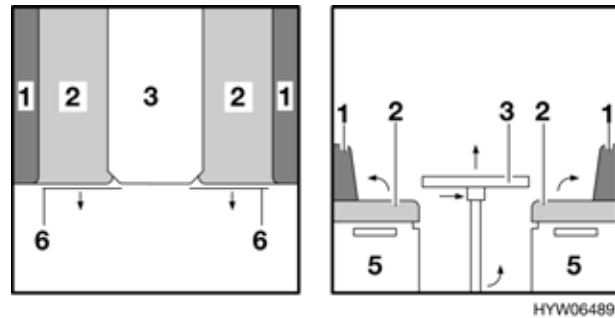

Bild 78 Vor dem Umbau
- Tischplatte (Bild 78,3) vorne leicht anheben.
- Die beiden Sitzpolster (Bild 78,2) aufstellen.
- Das rechte Rückenpolster (Bild 78,1) beiseite legen.
- Je nach Modell muss anstelle eines Rückenpolsters (Bild 78,1) ein beigelegtes Zusatzpolster verwendet werden.